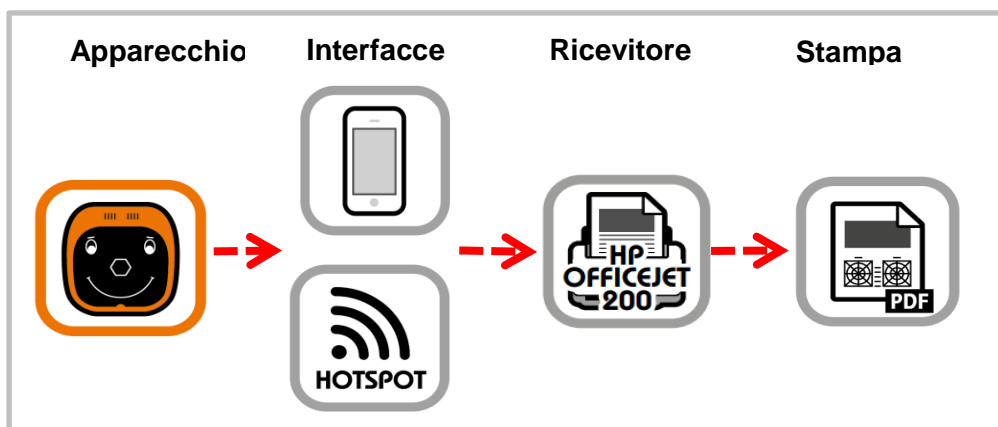

Figura 6: Configurare l'accesso manuale alla rete tramite un hotspot con smartphone
- Selezionando il nome del dispositivo "px12-1234" (vedi figura 6) visualizzato sul dispositivo stesso, potete accedere ai dati archiviati sulla scheda SD.
Se l'apparecchio non viene visualizzato, è possibile cercare l'indirizzo IP "192.184.200.1" indicato sul dispositivo Plusoptix (vedi figura 6). Se sono richiesti un nome utente e una password, dovete chiedere i dati di accesso all'amministratore responsabile della rete.